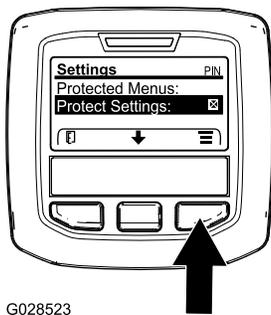

Figure 14
1. Dans le MENU PRINCIPAL, appuyez sur le bouton central pour naviguer jusqu'au menu RÉGLAGES, puis appuyez sur le bouton droit (Figure 14).